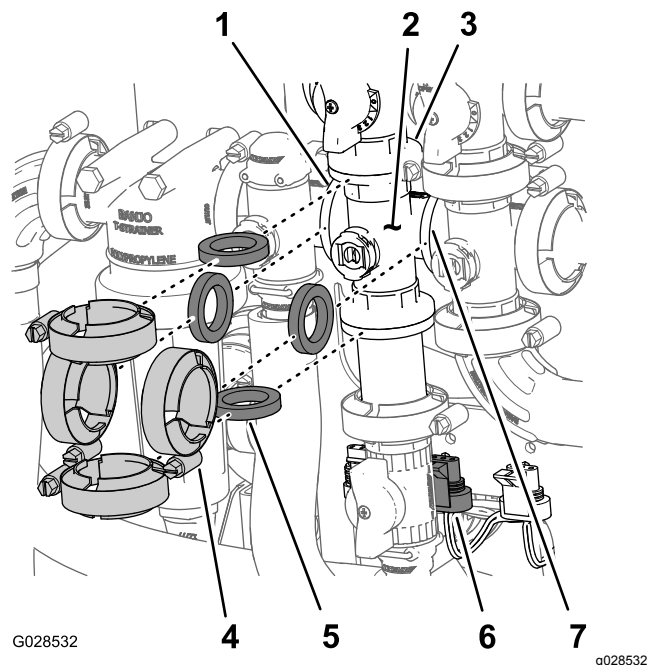

図 90
1. 攪拌バルブ用のマニホルド 図 90 を攪拌バイパスバルブ、散布量制御バルブ、マスターブームバルブおよびアダプタフィッティングに固定しているクランプとガスケットを外す。